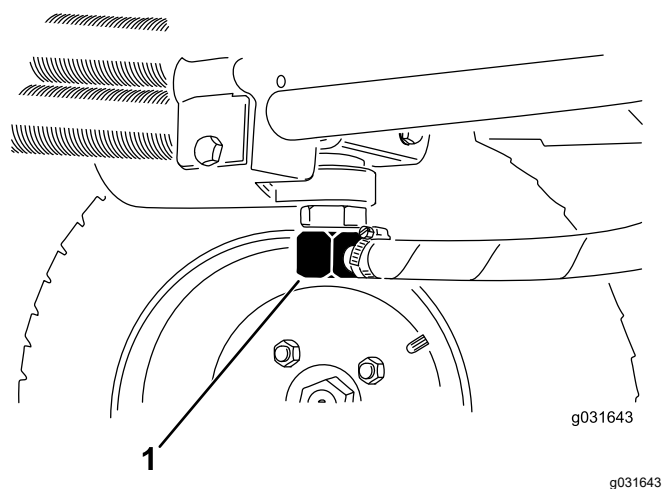

Figure 64
2. Débranchez la conduite hydraulique ou enlevez le filtre hydraulique et laissez couler l'huile dans un bac de vidange (Figure 66 et Figure 64).
3. Rebranchez la conduite hydraulique quand la vidange est terminée (Figure 64).